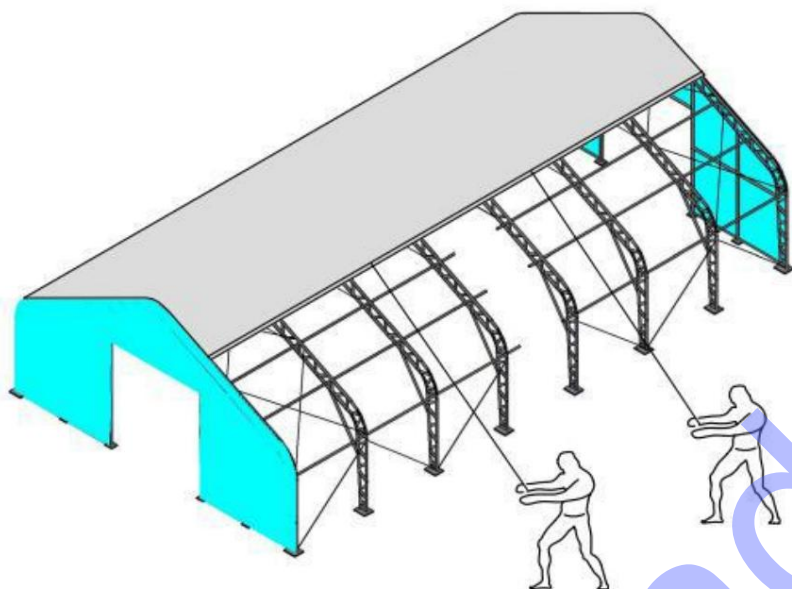

Figure 14 (406021P/407021P/408021P uniquement)
2. Comme le montrent les figures 14 et 15, tirez le toit sur le cadre de manière uniforme, prudente et lente.